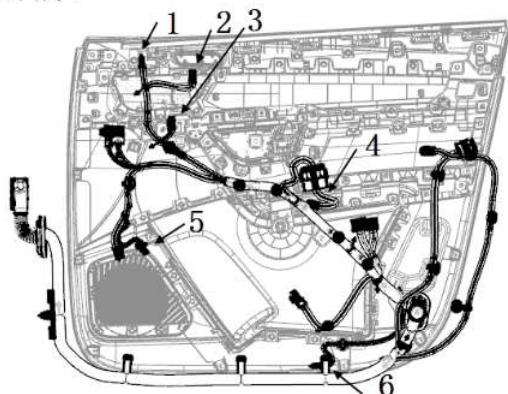

图8-1-5 线束分支接插件拆卸示意图
(5) 如图8-1-5，分别按住图示1-6电器接插件上的卡脚，同时用力向外侧把接插件拨下；图示